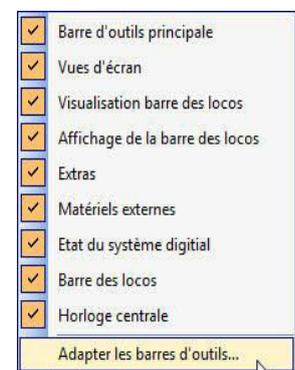

Fig. 14.26 Le menu de la barre d'outils
Les barres d'outils qui ne vous sont plus nécessaires pour vos tâches dans **Win-Digipet** peuvent être masquées de l'affichage. Pour cela, appelez de nouveau le menu des barres d'outils (Fig. 14.26) en cliquant avec le bouton droit de la souris à l'intérieure de la barre de menu ou dans les barres d'outils.
- ☛ Appelez de nouveau le menu des barres d'outils (Fig. 14.26) en cliquant avec le bouton droit de la souris à l'intérieure de la barre de menu ou dans les barres d'outils.
-  Appelez de nouveau le menu des barres d'outils (Fig. 14.26) en cliquant avec le bouton droit de la souris à l'intérieur de la barre de menu ou dans les barres d'outils.